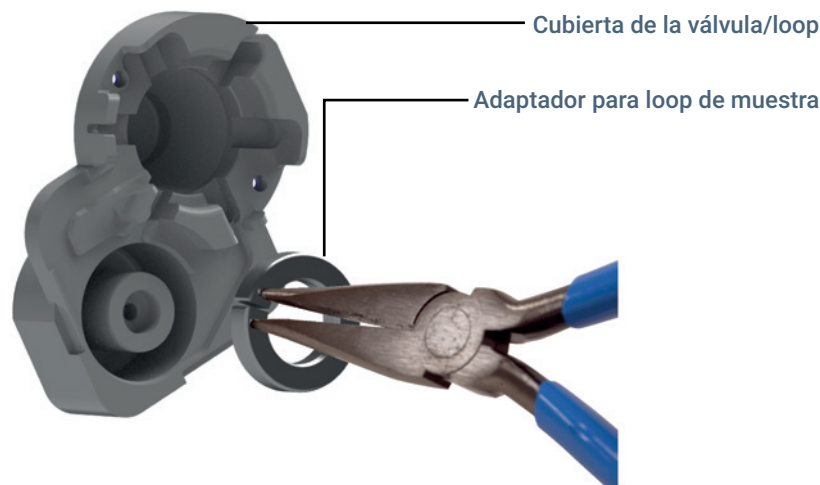

Figura 22. Retirada de un adaptador del loop de muestra (G4556-20178 mostrado) de la cubierta del loop/válvula
- a Sujete el adaptador del loop de muestra usando alicates de punta de aguja en los lugares que se muestra en la Figura 22.
- b Apriete los alicates de punta de aguja y extraiga suavemente el adaptador del loop de muestra del bloque o cubierta, como se muestra en la Figura 22.